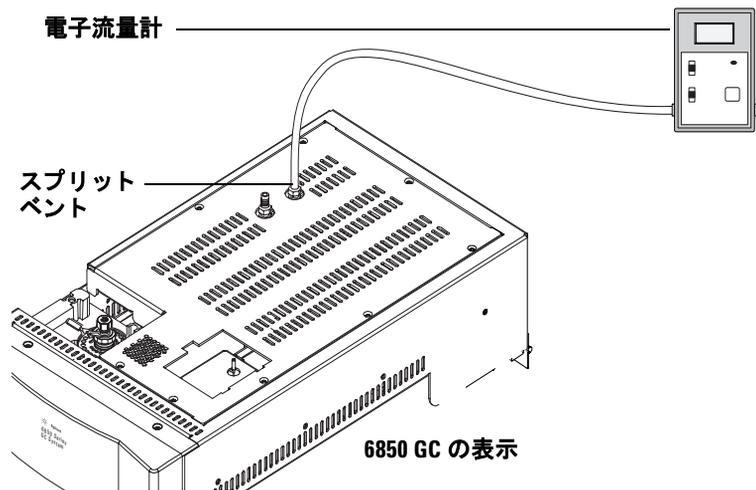

図 24 取り付けられた電子流量計
- 1 メソッドのパラメータをガスクロマトグラフ (GC) および Headspace Sampler に設定します。ページ 58 の表 5 を参照してチェックアウトを設定するか、またはページ 58 の 6850/6890 GC チェックアウトメソッドの保存されているチェックアウトメソッドをロードします。必要に応じて、チェックアウトカラムおよびライナを取り付けます。
- c GC スプリットベントに電子流量計が取り付けられている場合は、スプリットベントからの流量がおよそ 80 mL/分になるまで、ヘッドスペースキャリアガスの流量を増やします。流量計を取り外します。図 24 を参照してください。